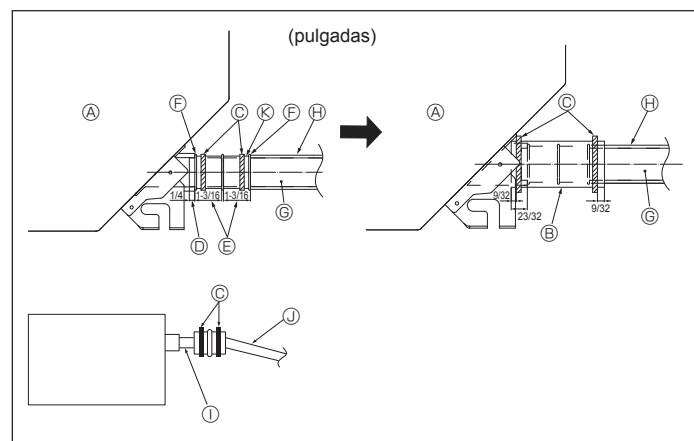

Fig. 4-2
1. Conecte el tubo de desagüe (suministrado con la unidad) al orificio de desagüe. (Fig. 4-2) (Sujete el tubo con cinta aislante y asegure la conexión con una abrazadera.)
- (A) Unidad principal